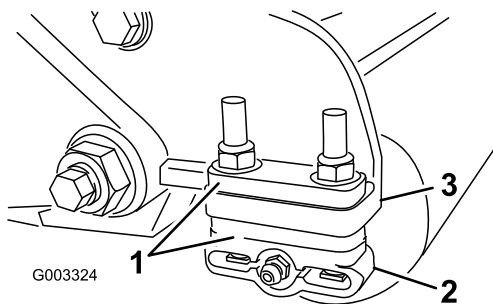

Figura 11
1. Regolate le staffe del rullo posteriore (Figura 11) in base all'altezza di taglio desiderata posizionando il numero di distanziali necessari sotto la flangia di montaggio della piastra laterale (Figura 11) conformemente Tabella altezza di taglio (pagina 10).